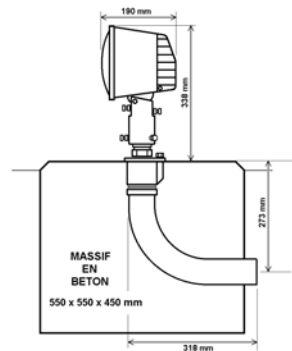

FIG 2
- Au niveau du sol avec bague de rupture sur tube coudé (Fig 2).